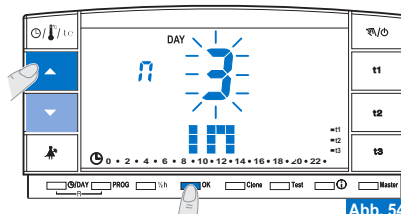

Abb. 54
- Auf dem Display erscheint (blinkend) der zuvor in der Funktion **OUT** eingestellte Monat; stellen Sie mit den Tasten ▲▼ den Monat ein, in dem die Zählung enden soll (rückkehr in die Wohnung); die Einstellung dann mit der OK-Taste bestätigen (Abb. 54).